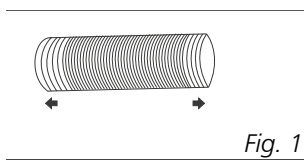

Fig. 1
- 1 Forleng hver side av slangen (Fig.1) og skru inn slangeinnløpet (Fig.2).